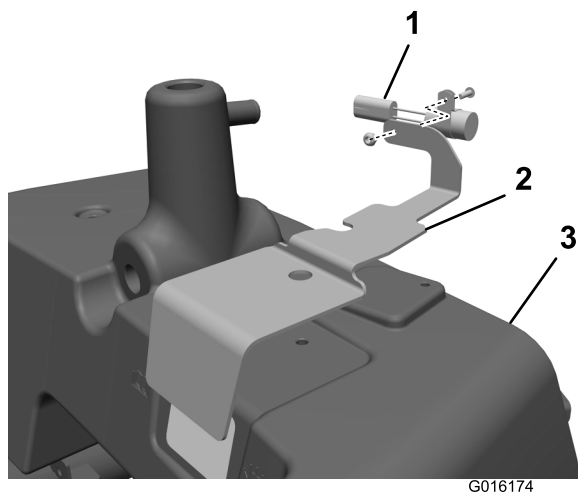

Figura 3
12. Installate il timer ritardato sul coperchio di livello olio (solo modello diesel) (Figura 3).
13. Posizionate il coperchio di livello olio, ma non fissatelo ancora al serbatoio idraulico principale (Figura 3).
2. Staffa dello schermo di protezione (2)
3. Bulloni a testa esagonale (2)
19. Installate il coperchio di livello olio e il gruppo valvola solenoide sul serbatoio idraulico principale con 2 bulloni a testa esagonale e la staffa dello schermo di protezione (Figura 3).